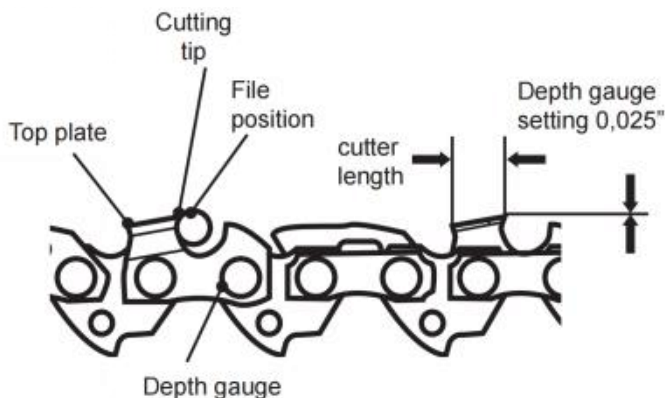

Fig. 75
- De dieptemeter. Dieptemeter meetmallen zijn verkrijgbaar bij de meest gerenommeerde gereedschapshandelaren (Fig. 75).